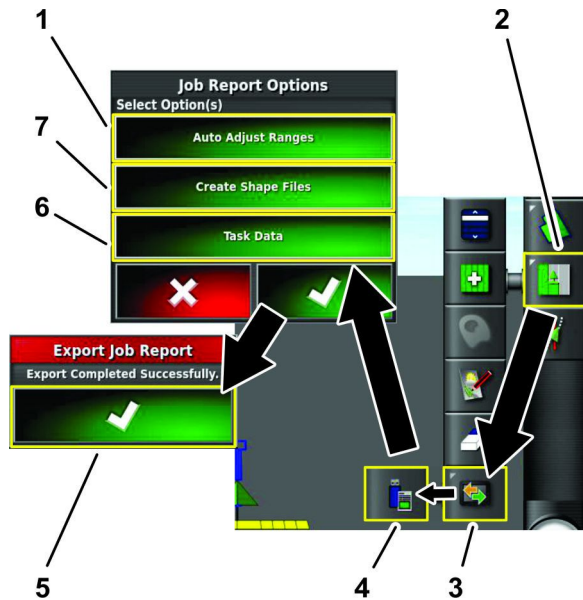

Figure 27
1. Appuyez sur l'icône Menu des tâches (Figure 27).
2. Appuyez sur l'icône Menu d'échange de données (Figure 27).
3. Appuyez sur l'icône Exporter rapport de tâche vers USB (Figure 27).
5. Dans la boîte de dialogue Options de rapport de tâche, appuyez sur l'icône de confirmation (Figure 27).
6. Dans la boîte de dialogue Exporter rapports de tâche, appuyez sur l'icône de confirmation (Figure 27).